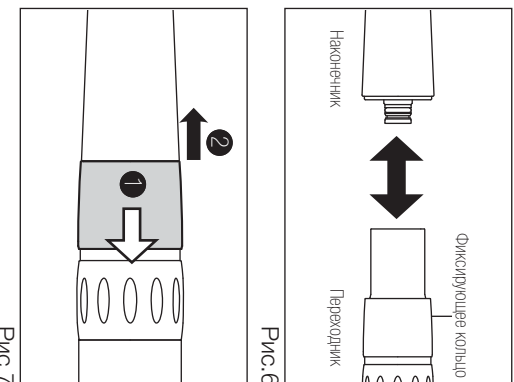

Рис. 6
- 1) Подсоедините наконечник к переходнику (Рис. 6).